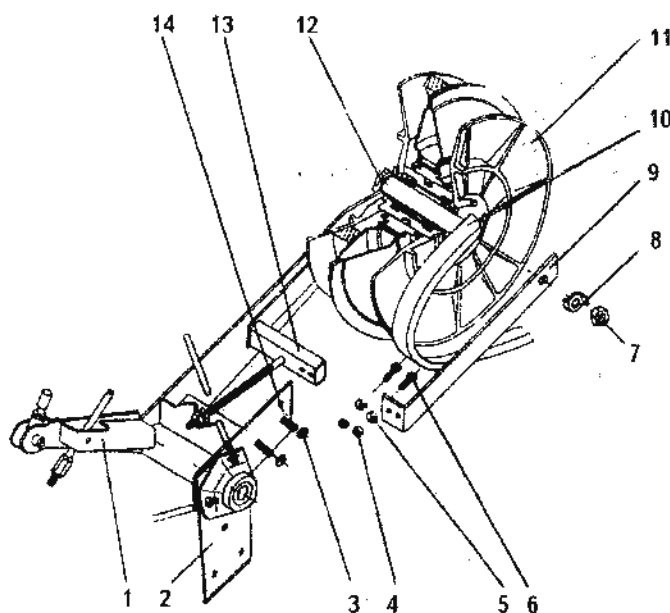

Рис. 160. Замена ремней вариатора скорости движения:
- расконтрите и ослабьте гайку 7 (рис. 160) стяжного болта 12;
- отверните гайки 3 и 7 (рис. 160), отведите пластину 2 от стяжного болта 12 и разверните ее на оси вращения рычага вариатора 1;